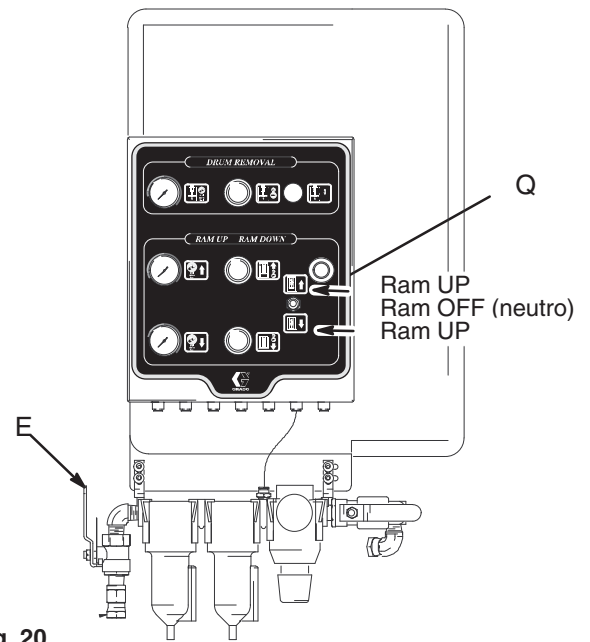

Fig. 20
2. Con la palanca de la válvula manual del “ram” del control de aire [(Q) en Fig. 20], mueva el “ram” hasta la posición DOWN (baja).
6. Cierre la válvula neumática principal de purga (E) (Fig. 20).